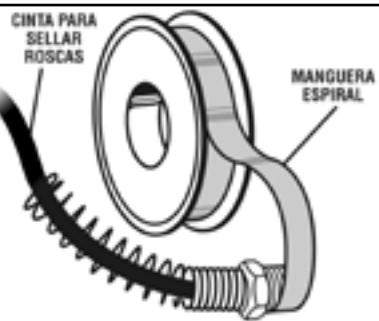

Fig. 7
4) CÓMO CONECTAR UNA MANGUERA AL COMPRESOR (Vea las Figs. 7 - 9)